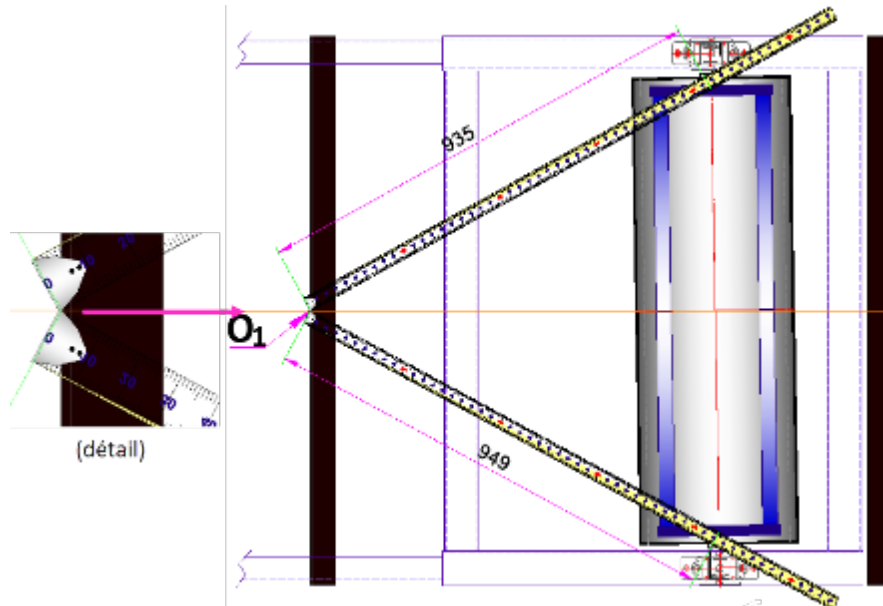

Fig.48 : Mesure des côtés du triangle. Saisir les valeurs dans le module "Calcul réglage.xlsx"
2. Mesurez la distance entre le point **zéro n°1** et la pointe de la pige filetée droite et idem avec la pointe de la tige filetée gauche {fig.48}.